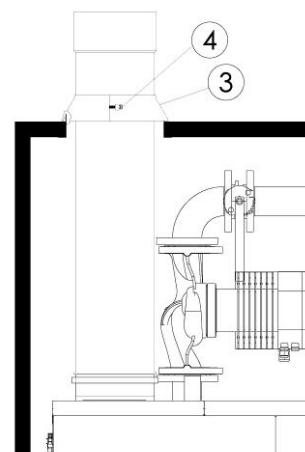

Figura 2
- 2- Instalar o módulo cônico (3), de proteção contra a infiltração de água, e ajustar o parafuso de fixação (4) de acordo com a figura 2.